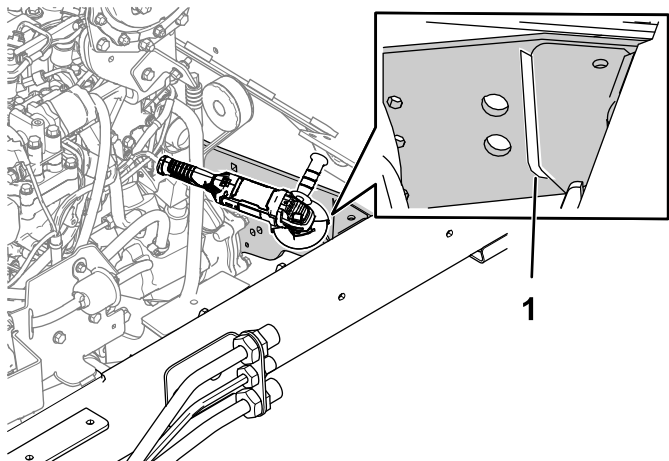

Figura 8
1. Rimuovete la saldatura presente tra il supporto dell'assale e il supporto angolare come illustrato nella Figura 8. Ripetete l'operazione sull'altro lato.